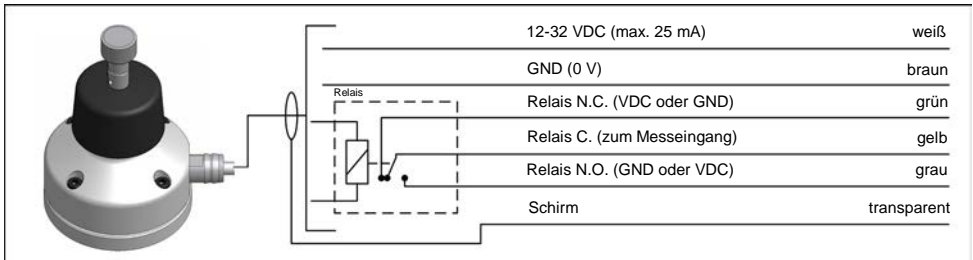

Abb. 8 Elektrischer Anschluss
1. Ausrichtschraube mit Innensechskantschlüssel SW2,5 im Uhrzeigersinn drehen um das Werkzeugmesssystem an der entsprechenden Stelle abzusenken und somit die Neigung zu korrigieren (siehe Abb. 8).